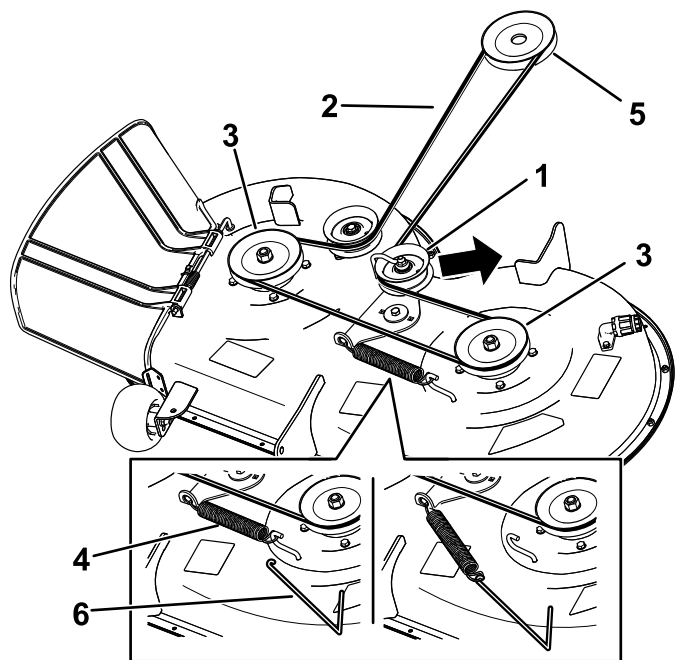

Figura 56
- Utilizând un instrument de îndepărtare arcuri (nr. piesă Toro 92-5771), îndepărtați arcul rolei de ghidare din cârligul punii pentru a detensiona fulia rolei de ghidare și îndepărtați cureaua de pe fulii (Figura 56).
- Amplasai cureaua nouă în jurul fuliilor motorului și ale mâinii de tuns iarba (Figura 56).
- Utilizând un instrument de îndepărtare arcuri (nr. piesă Toro 92-5771), montați arcul rolei de ghidare pe cârligul punii și tensionați fulia rolei de ghidare și cureaua mâinii de tuns iarba (Figura 56).